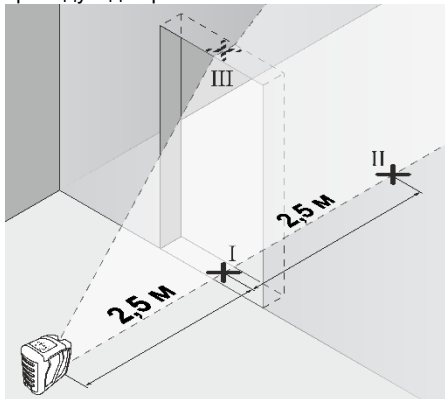

Рисунок 9
3.5.2 Позначте середину вертикальної лазерної лінії на підлозі у дверному прорізі (точка «I»), на відстані 5 м з іншого боку дверного прорізу (точка «II»), а також з верхнього краю дверного прорізу (точка «III») (дивіться рисунок 9).